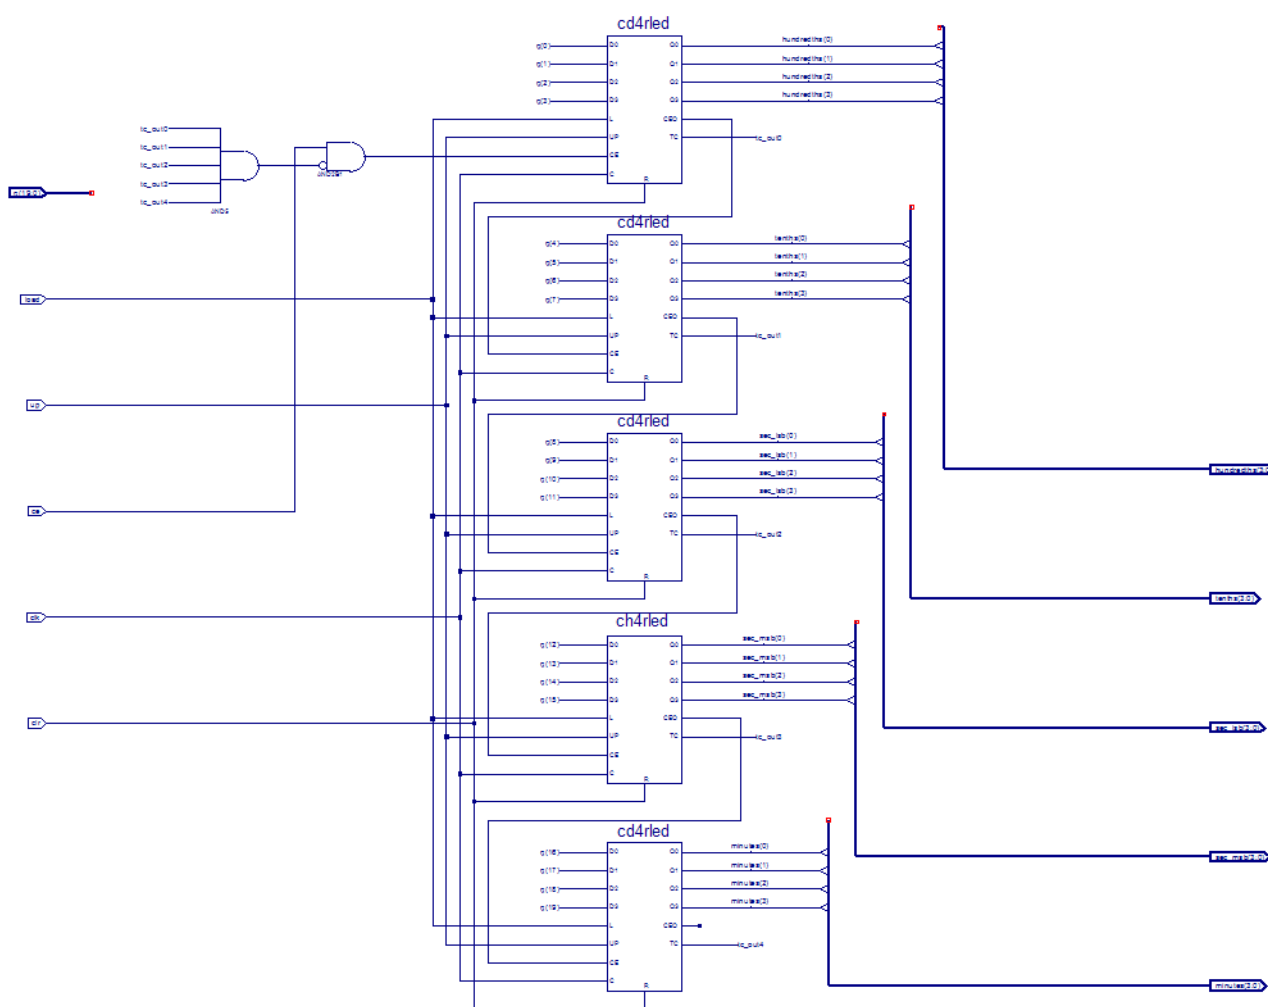

図 3-13 : 完成した time_cnt の回路図
8. 作成した `time_cnt` 回路図と図 3-13 を比較して、すべてが正しく接続されていることを確認します。